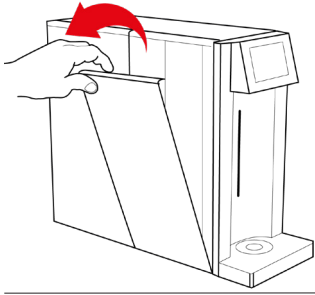

Fig. 1-13
43.3 – Aprire il pannello laterale tirando verso l'esterno fino a completa estrazione, vedi Fig. 1-13.